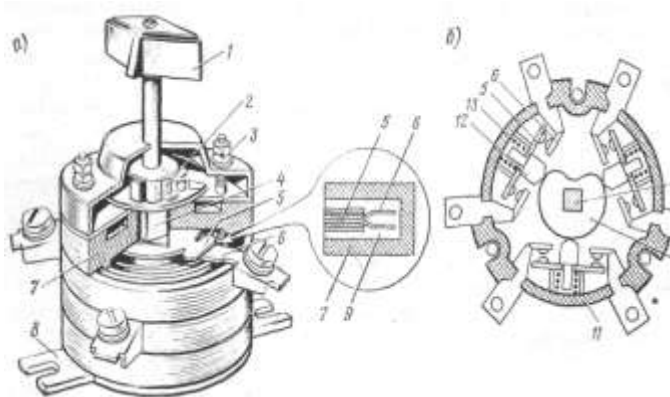

Рисунок 4 Пакетный переключатель
4) Какой элемент обозначен под цифрой 5 пакетного переключателя (рисунок 4)?